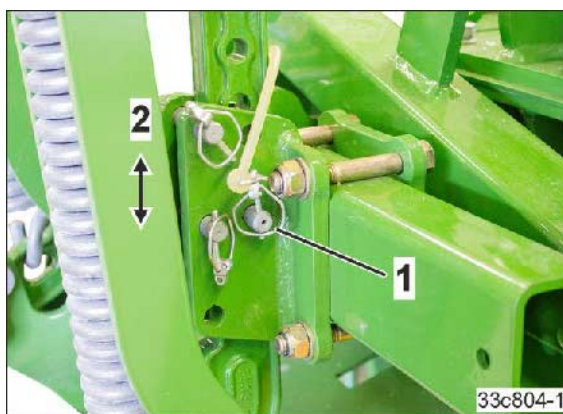

Fig. 148
Anbring sporløsneren i den ønskede arbejdsdybde vertikalt (Fig. 148/2), og sørg for at sikre stikbolten (Fig. 148/1) med en ringsplit.
For at undgå beskadigelser må maskinen ikke hvile på sporløsnere. Sæt sporløsnere i den øverste position med det indstøbte håndtag (se Fig. 148).
1. Fjern splitten (Fig. 148/1).
4. Sæt sporløsnere i den øverste position med det indstøbte håndtag (Fig. 148/2).
5. Sørg for at sikre sikringsbolten med en ringsplit (Fig. 148/1).